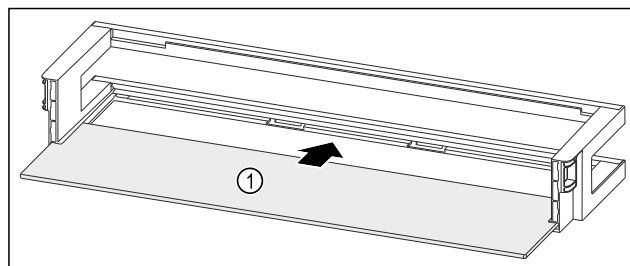

Fig. 134 Deurrek met draagplateau
- Draagplateau Fig. 134 (1) in de zijdelingse inkepingen schuiven.